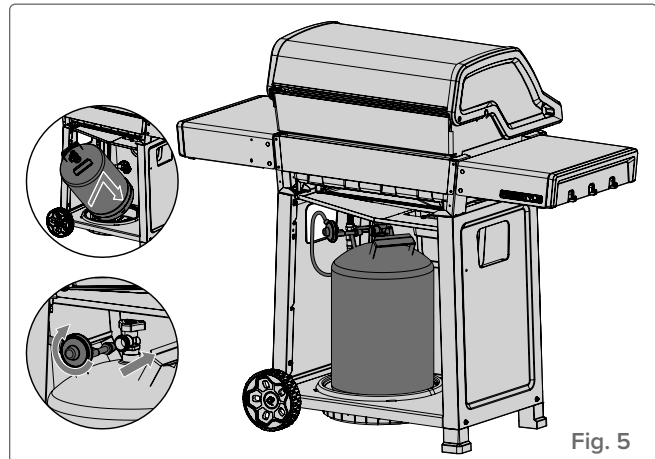

Fig. 5
- Een apparaat wordt als buitenshuis beschouwd als het geïnstalleerd is in een schuilplaats met drie zijwanden en een bovengrondse afdekking, zolang 30% of meer van de horizontale omtrek van de schuilplaats permanent open is. **(Fig. 4 & Fig. 5).**